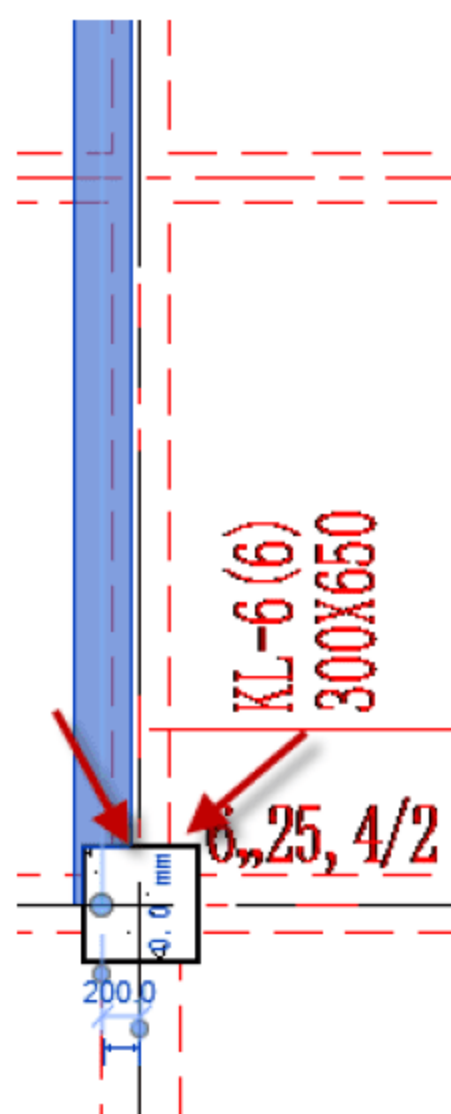

图 4.2.44 调整矩形梁的位置
- (19) 调整矩形梁 KL-6 的位置，选中矩形梁 KL-6，按快捷键 M+V，移动矩形梁的位置，使其与梁线对齐，如图 4.2.44 所示。